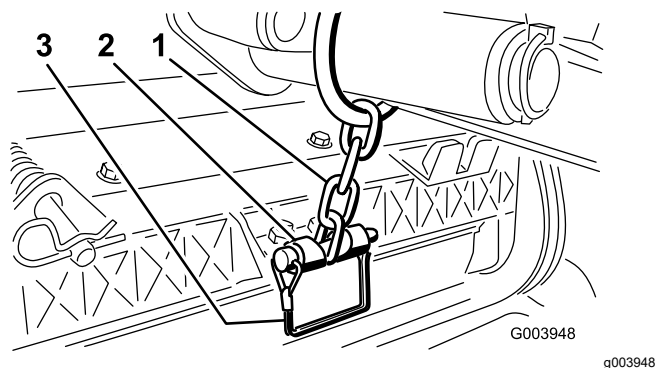

Figura 12
Nota: Utilice la ranura si se desea que la unidad de corte sea dirijible, y utilice el taladro si la unidad de corte va a quedar bloqueada en una posición fija (Figura 12).
14. Sujete la cadena del brazo de elevación al soporte de la cadena con el pasador de seguridad (Figura 12).